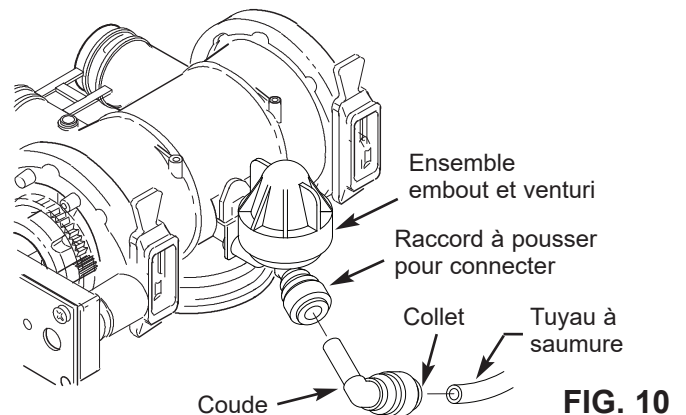
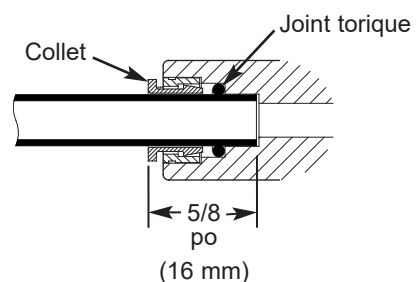

FIG. 10
FIG. 12
c. Connectez le tuyau à saumure en insérant l'extrémité dans le coude à pousser pour connecter sur l'ensemble embout et venturi de la vanne (cf. Fig. 10). Poussez-le jusqu'à ce qu'au moins 16 mm (5/8 po) de tuyau soit inséré (cf. Fig. 12).